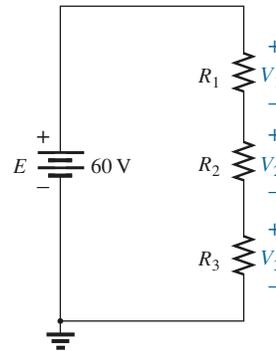

FIG. A4.116
- *33. Determine el voltaje que pasa a través de cada resistor en la figura A4.116 si $R_1 = 2R_3$ y $R_2 = 7R_3$.